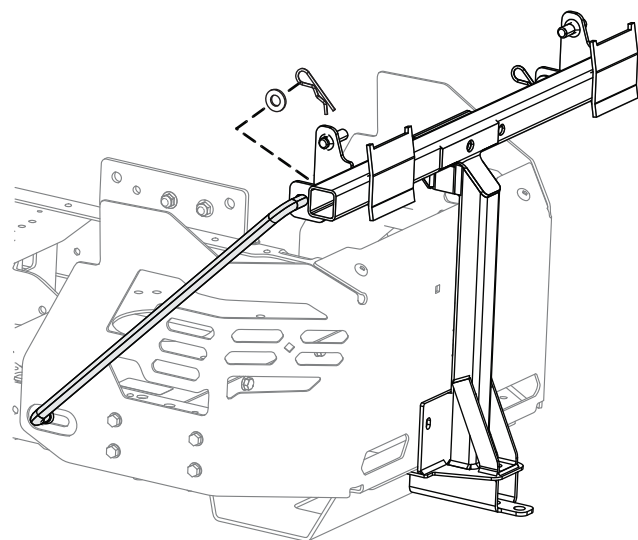

Figura 17
7. Postavite savijeni, prošireni kraj šipke u urez oblika ključaonice na levoj strani rama mašine, pa pomerite šipku unazad da ulegne u ram (Figura 17).
8. Umetnite savijene krajeve šipke u nosač priključka kako je prikazano na Figura 17 pa pričvrstite kraj svake šipke pomoću podloške i rascepke.